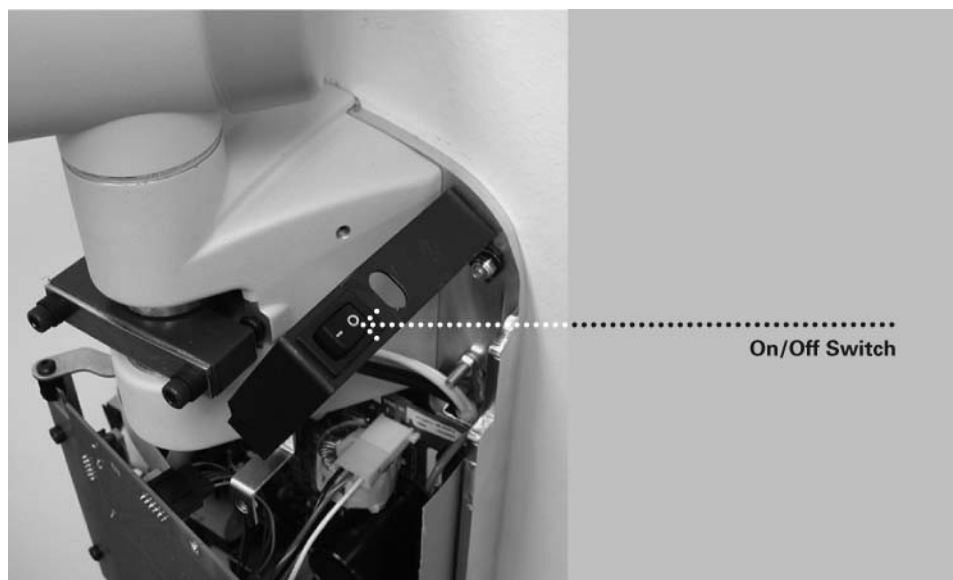

Рисунок 25
3. Включите стоматологический рентгенаппарат Preva при помощи выключателя, как показано на Рисунок 24. На панели оператора, Рисунок 25, Вы увидите окно с информацией о продукте, на котором будет указана версия программного обеспечения. Затем панель оператора отобразит заводские технические параметры.